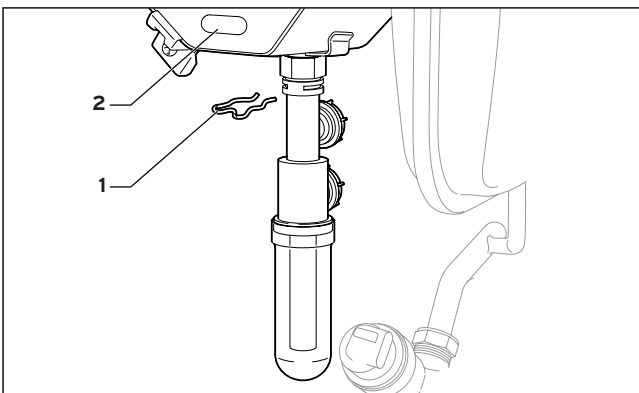

Abb. 7.6 Ausbau des Kondenswassersiphons
Zum Reinigen der Kondenswasserwege (Abb. 7.6) kann der komplette Kondenswassersiphon durch Herausziehen der Klammer (1) abgenommen werden. Danach sind die beiden Kondenswasserabflussstutzen am Wärme-